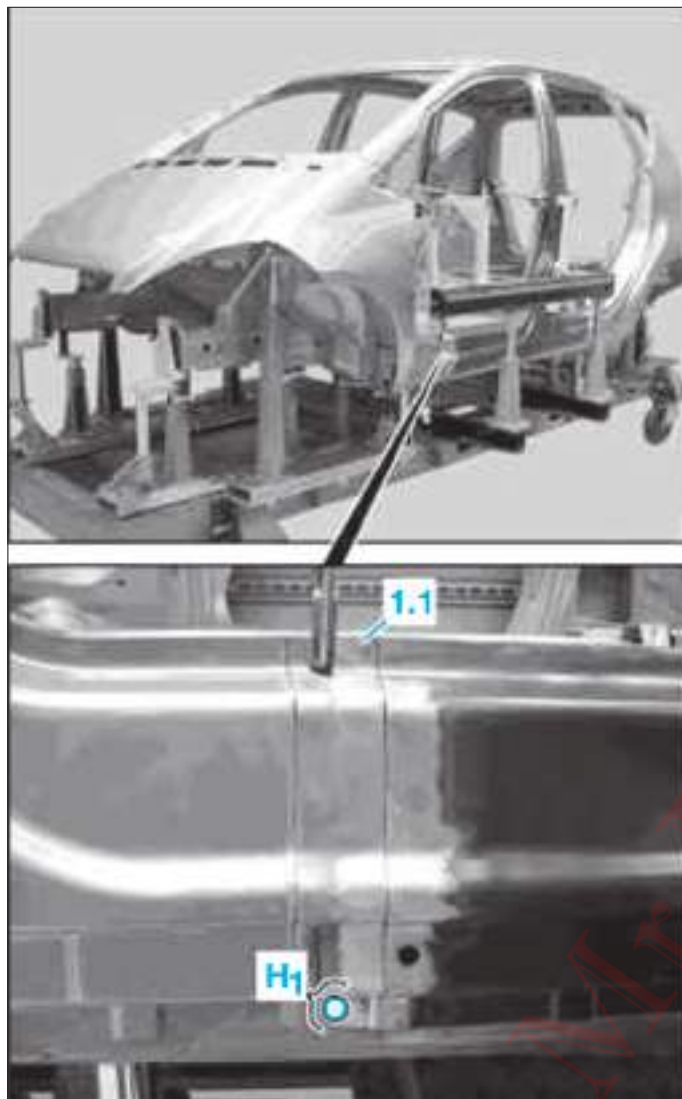

FIG. 77
- Percer dans le morceau de la partie extérieure du montant B (1.1) un trou ($\varnothing$ 6,5 mm) dans la zone (H₁) (Fig.77).